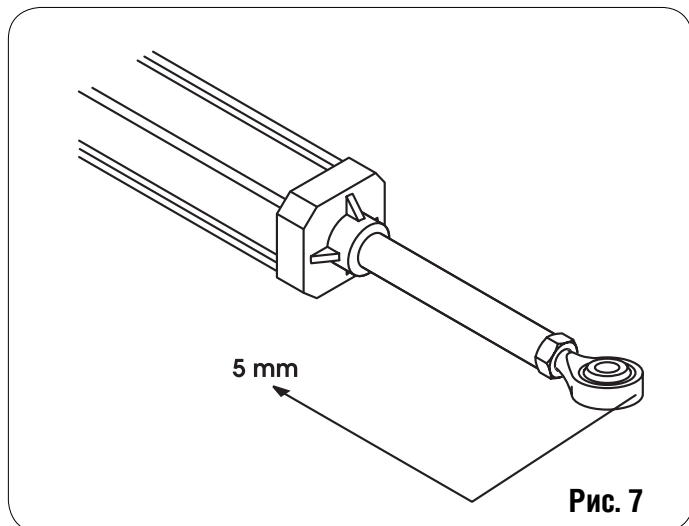

Рис. 7
5) Полностью извлеките шток до достижения точки остановки с выходом его приблизительно 5 мм (Рис.7)